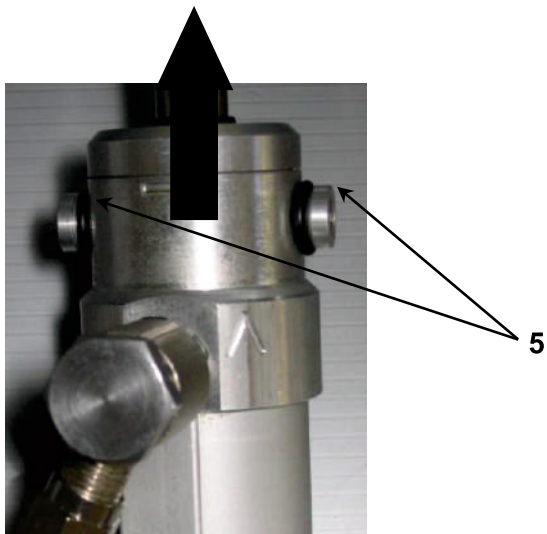

Рис. 28. Пневматичний привід PUAV - напрямок відпускання болта
Звільнити **замки привода (5)**, піднімаючи їх у напрямку робочого руху привода (відповідно до стрілки на рис. 28).